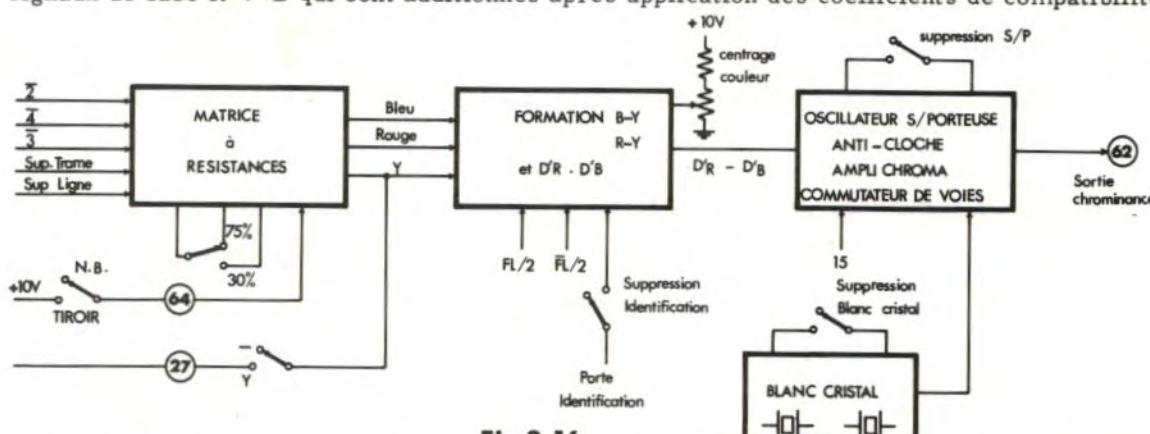

Fig 3.16
D'après le synoptique de ce tiroir, fig. 3.16., il est possible de suivre les différentes étapes d'élaboration des signaux de la mire couleur. Le tiroir couleur ne fonctionne que si la touche NB/ Tiroir est sur Tiroir. Le + 10 V passe en coupure par l'une des palettes du contacteur S3e avant d'arriver au plot (65) du tiroir couleur. Le signal de luminance "Y" est élaboré par une matrice à résistances, à partir des signaux de base R-V-B qui sont additionnés après application des coefficients de compatibilité.